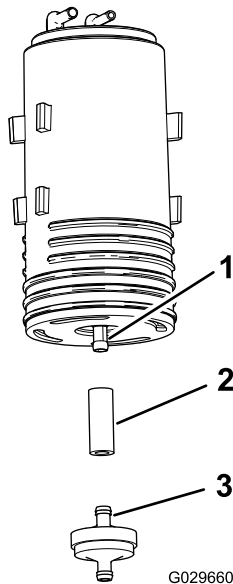

Bild 45
4. Entfernen Sie den Aktivkohlefilter und den kurzen Abschnitt des Schlauchs vom unteren Anschlussstück des alten Aktivkohlefilters (Bild 45).
5. Befestigen Sie den Schlauch am unteren Anschlussstück des neuen Aktivkohlefilters (Bild 45).
6. Setzen Sie das Anschlussstück des neuen Aktivkohlefilters in den Schlauch ein (Bild 45).